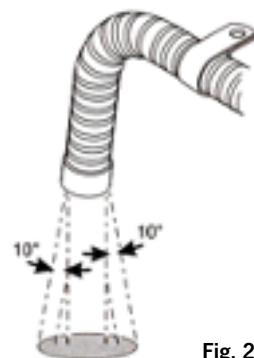

Fig. 27
- El tubo de escape debe terminar perpendicular a la superficie de la carretera [fig. 27 ($90^\circ \pm 10^\circ$)].